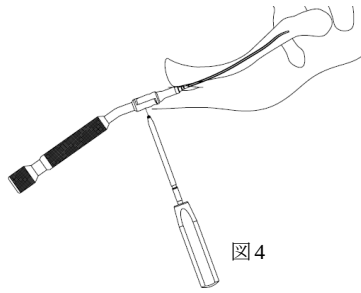
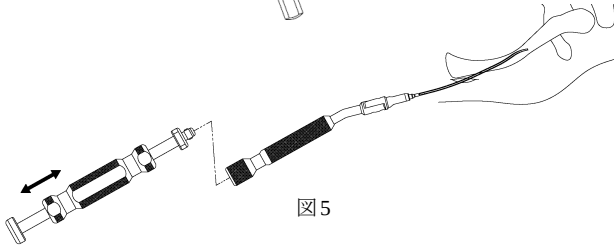

図 4
図 5
- 3) ロッド挿入器をヘクスローブ 10 ドライバーにてロッドに装着し (図 4)、必要に応じて挿入器の後端にスライドハンマーを接続して、軽く衝撃を与えながらロッドを抜去します。(図 5)